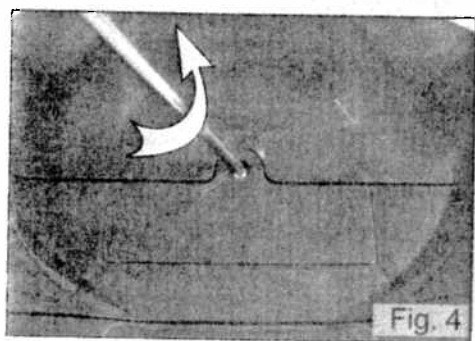

Fig. 4
1. Dévissez la vis à l'aide d'un tournevis cruciforme (fig.4).